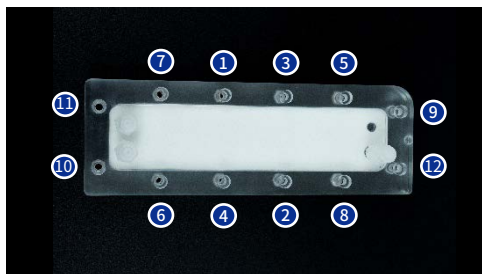

图4 超滤膜包螺丝拆卸顺序示意图
3. 请参照下图顺序或按对角线顺序交替拧紧螺丝，注意不要一次性拧到位，请保持力平衡，逐步锁紧，以保证良好的密封。（如图4所示）
- 4、当透过端排气稳定时，用装满水的倒置量筒计量透过端每分钟排出空气体积（如图4所示）。